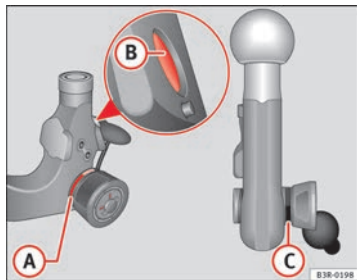

Abb. 154 Abnehmbare Anhängervorrichtung: Kugelstange
- Überprüfen Sie, ob sich die rote Markierung **A** ⇒ Abb. 154 am Handrad im Bereich der schwarzen Kennzeichnung an der Kugelstange befindet.